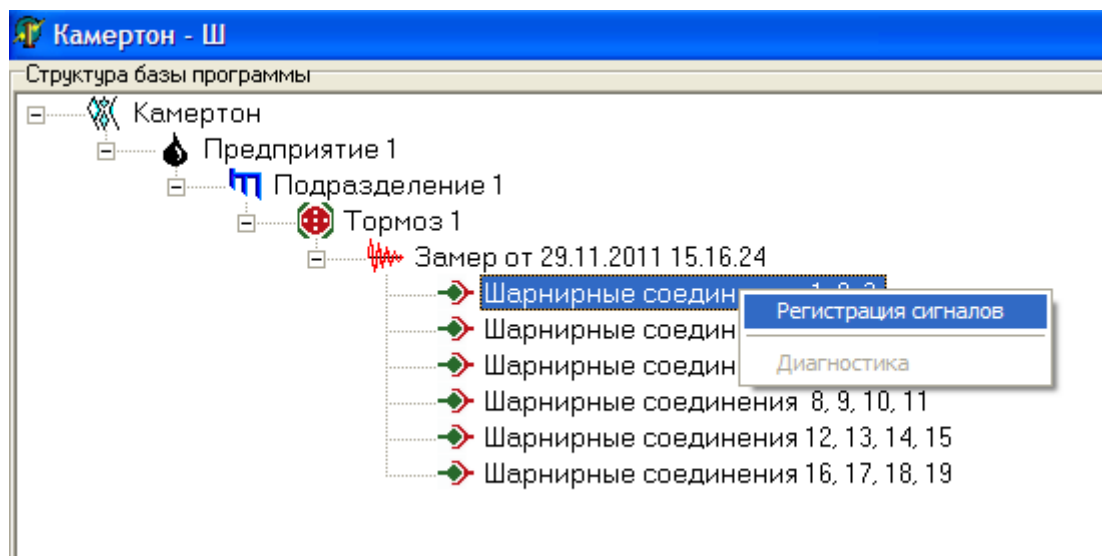

Рис. 13. Начало регистрации сигналов.
- для элемента структуры «Тормозная система» выбрать пункт того узла, который Вы хотите продиагностировать, нажать на нем правую клавишу мыши (после чего появится всплывающее меню), выбрать пункт «Регистрация сигналов» (см. рис. 13).